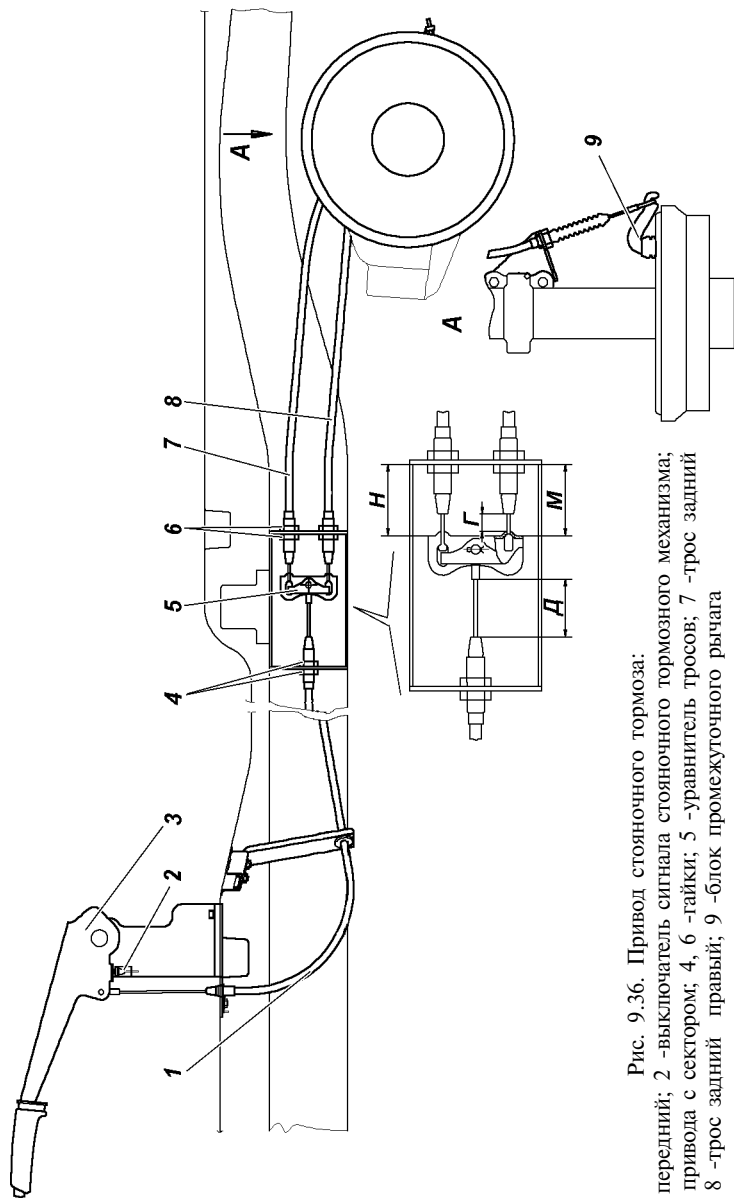

Рис. 9.36. Привод стояночного тормоза:
Колесный стояночный тормоз действующий на тормозные колодки задних колес (рис. 9.36).
3. Установите рычаг стояночного тормоза 3 (рис. 9.36) в нижнее положение.
5. Вращением гаек 4 и 6, выберите слабину тросов 7, 8, натянув их усилием 100 Н (10 кгс). При этом необходимо выдержать размер $\Gamma = 1$ мм (min), $D = 35$ мм (min) и разницу размеров М и Н не более 6 мм (рис. 9.36).